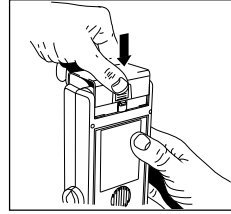

Abb. 21
- Batterieklappe schließen (siehe Abb. 21).